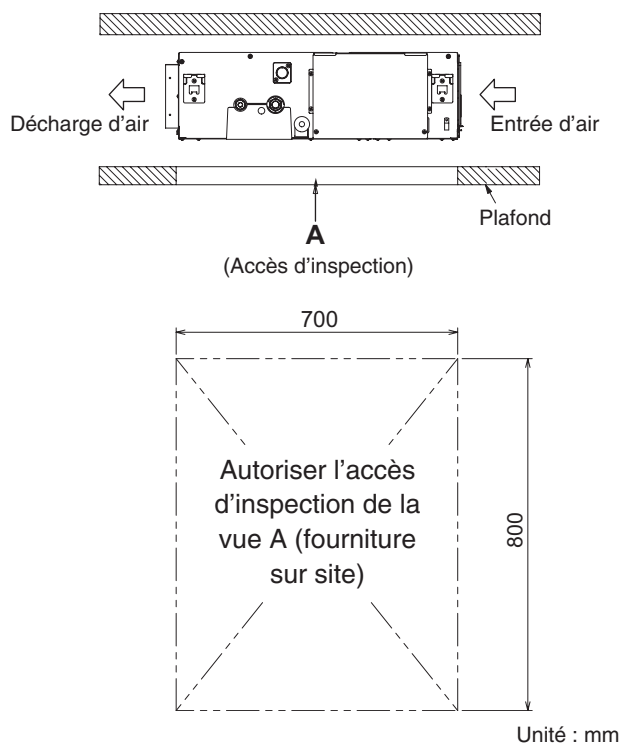

Fig. 3-3
- (1) Confirmez la relation positionnelle entre l'unité et les boulons de suspension. (Fig. 3-3)